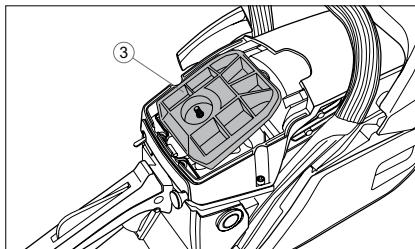

Fig. 25
2. Scoateți și curătați filtrul de aer 3 (fig. 25) lovindu-l ușor pe o suprafață tare.